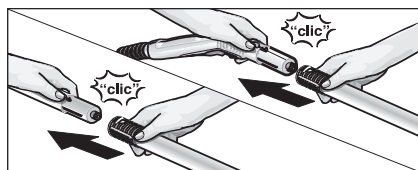

Fig. 3 : emboîtement des tubes de rallonge
- Si nécessaire, utilisez les tubes de rallonge (G1). Montez alors un des deux tubes de rallonge (G1) sur le pistolet à vapeur (C1) (voir fig. 3). Emboîtez ensuite l'accessoire souhaité (D1,E1,F1,H1) sur l'extrémité libre du tube de rallonge.